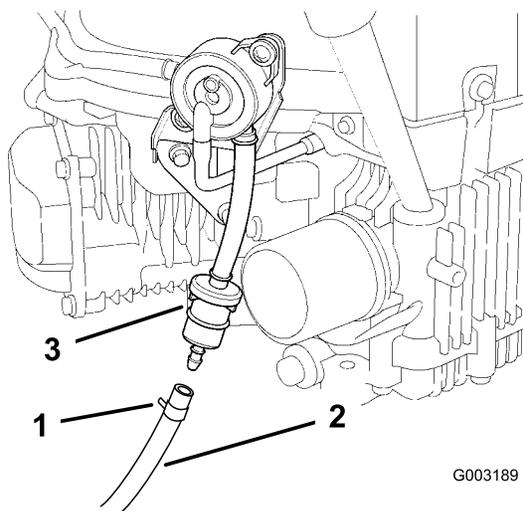

Figure 31
4. Desserrez le collier de serrage au niveau du filtre à carburant et éloignez-le du filtre en le poussant le long de la conduite d'alimentation (Figure 31).
5. Débranchez la conduite d'alimentation du filtre (Figure 31).
7. Raccordez la conduite d'alimentation au filtre. Rapprochez le collier de serrage du filtre pour fixer la conduite d'alimentation (Figure 31).
4. Pincez les extrémités des colliers et faites glisser ceux-ci pour les éloigner du filtre (Figure 31).
6. Posez un filtre neuf et rapprochez les colliers de fixation du filtre (Figure 31).